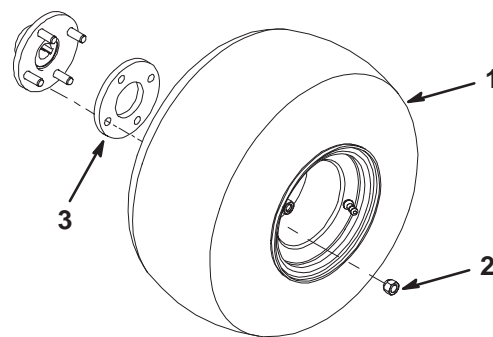

Figure 2
1. Retirez les (8) écrous de roue qui fixent l'arrière de l'aérateur à l'emballage.
2. Fixez une roue à chaque moyeu avec (4) écrous (Fig. 2). Serrez les écrous à 61–75 Nm.